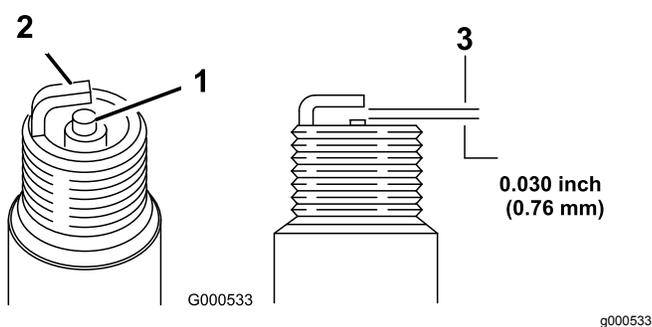

Figura 34
5. Impostate la luce sul tappo a 0,76 mm, fate riferimento a (Figura 34).